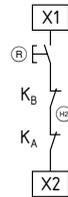

Fig. 3
**Bouton de réarmement externe (Fig. 3)**